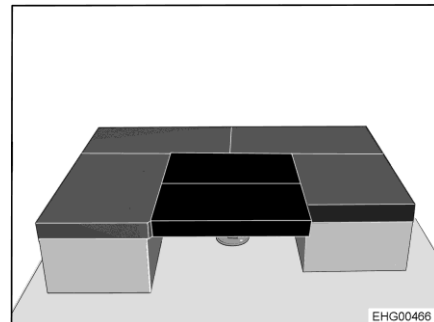

Bild 105 Efter ombyggnaden
- Lägg de 2 extra dynorna tvärs över bordet (se Bild 105).